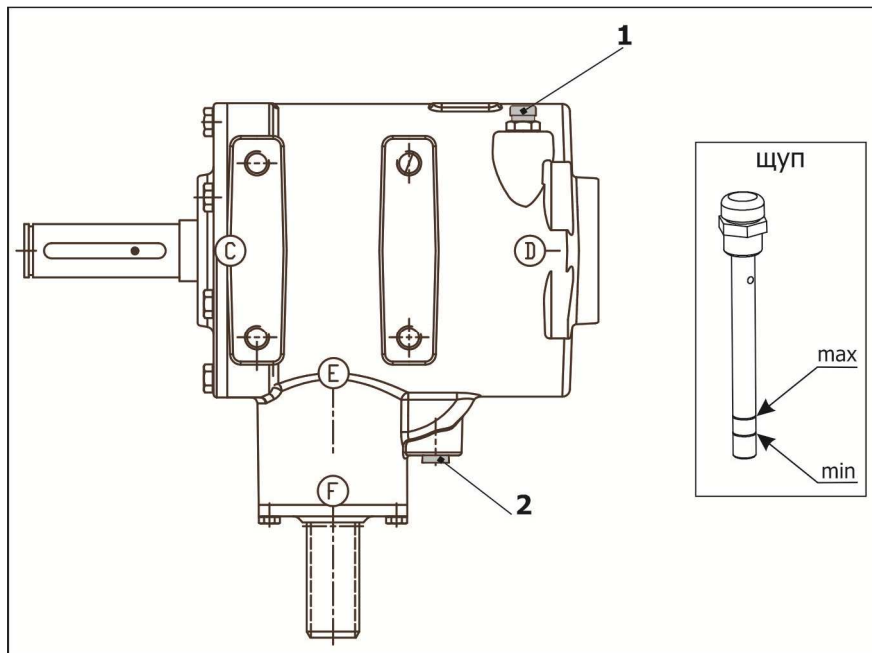

Рисунок 7.5 – Редуктор режущего аппарата
7.2.6.4 Для заполнения редуктора режущего аппарата маслом предусмотрена пробка контрольно-заливная 1 (рисунок 7.5), которая является также щупом.